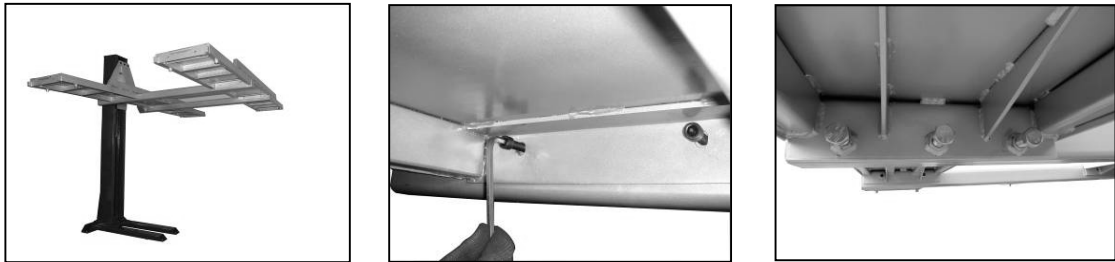

Figura : 10-A, B, C Fijación de la calzada
- 11) Coloque las pasarelas en los estabilizadores. Dado que son difíciles de mover, debe utilizar una herramienta de elevación adecuada como apoyo. Coloque las plataformas de las vías según los orificios de fijación de los brazos estabilizadores. A continuación, atornille la pasarela a los brazos estabilizadores mediante los tornillos de ajuste y sujeción. (Fig. 10-A, B, C)